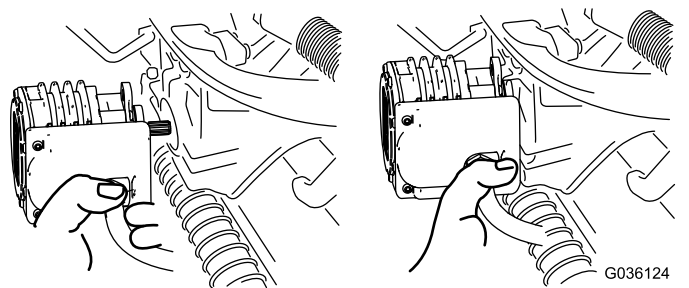

Рисунок 66
5. Переместите электродвигатель на место хранения на передней стороне рычага подвески (Рисунок 66).